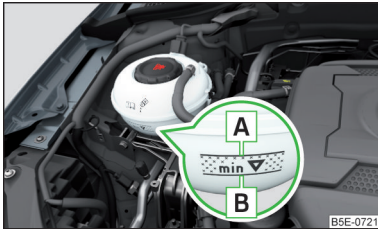

Abb. 319
**Kühlmittelstand prüfen** - der Kühlmittelstand muss zwischen den Markierungen **A** und **B** liegen » Abb. 319. Liegt der Kühlmittelstand unterhalb der Markierung **B**, das Kühlmittel nachfüllen.
- Das Kühlmittel nicht über die Markierung **A** auffüllen » Abb. 319. Das Kühlmittel könnte bei Erwärmung aus dem Kühlsystem gedrückt werden - es besteht die Gefahr einer Beschädigung der Motorraumteile.